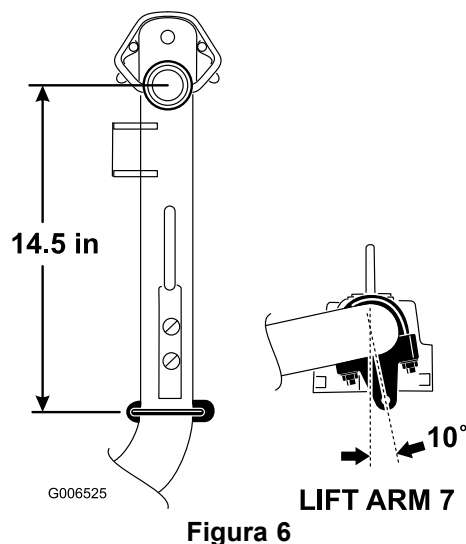

Figura 6
3. Sui bracci di sollevamento n° 6 e n° 7, posizionate le staffe e i bulloni a U a una distanza di 37 cm dietro la linea centrale dello snodo di articolazione (Figura 6).